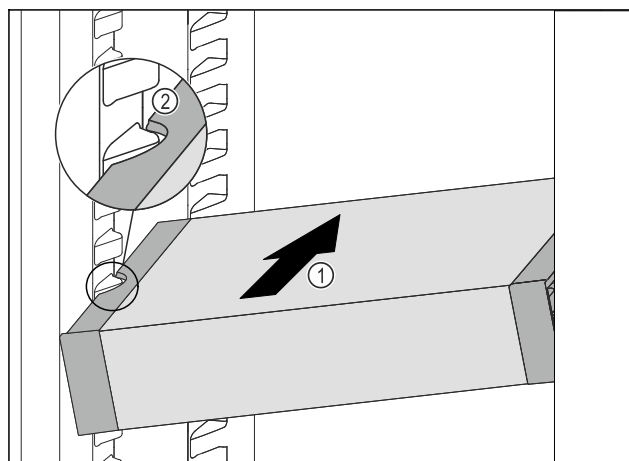

Fig. 114
- ▶ VarioSafe skjuts in snett i kyldelen Fig. 114 (1), tills sidofördjupningarna Fig. 114 (2) hos VarioSafe är i samma nivå som behållarlisterna i kyldelen.